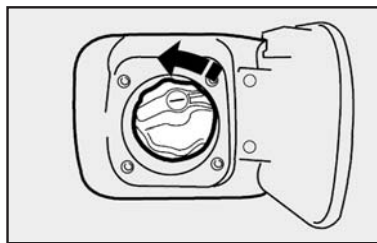

fig. 74
- segure a tampa e gire a chave no sentido anti-horário; prossiga girando a tampa **fig. 74** até o seu completo desalojamento;